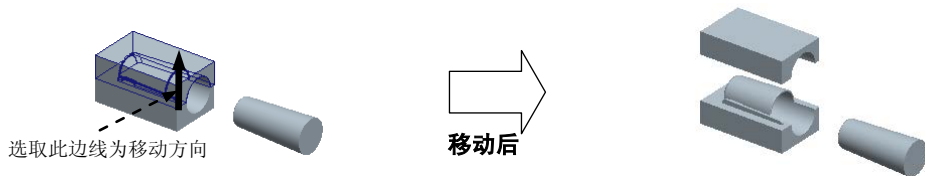

图 7.22 移动上模
Step1. 参考开模步骤 1 的操作方法，选取上模，选取图 7.22 所示的边线为移动方向，然后输入要移动的距离值 100，单击 Enter 键。